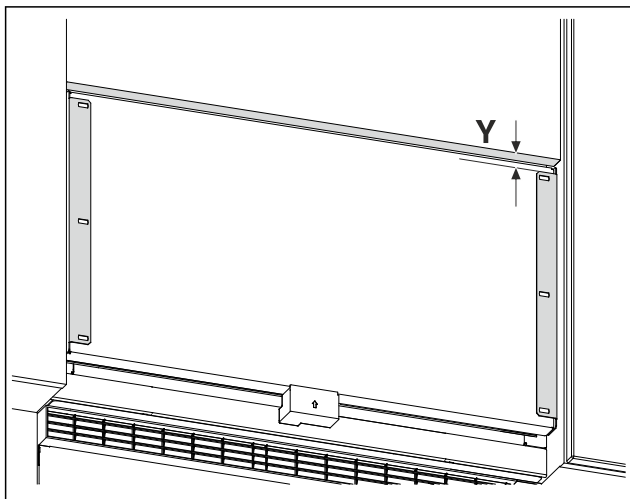

Fig. 25 Príkladné zobrazenie
- Odmerajte vzdialenosť Fig. 25 (Y) od dolnej hrany nábytkových dverí k prídržnému uholníku.